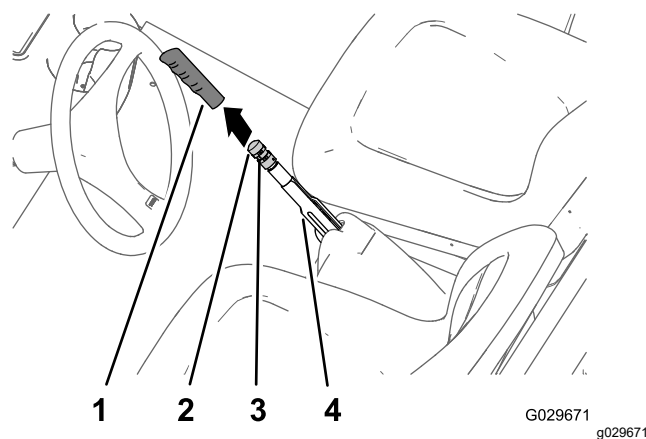

Figure 50
1. Enlevez la poignée du levier de frein du stationnement (Figure 50).
2. Desserrez la vis qui fixe le bouton de réglage sur le levier du frein de stationnement (Figure 50).
3. Tournez le bouton de réglage du frein jusqu'à ce qu'une force de 133 à 156 N (30 à 35 lb-pi) soit nécessaire pour serrer le levier du frein de stationnement (Figure 50).
4. Serrez la vis de fixation et remettez la poignée en place (Figure 50).
2. Desserrez la vis (Figure 50) qui fixe le bouton de réglage sur le levier du frein de stationnement, desserrez le frein de stationnement et desserrez le bouton de réglage.
5. Tournez le bouton de réglage du frein (Figure 50) jusqu'à ce qu'une force de 133 à 156 N (30 à 35 lb-pi) soit nécessaire pour actionner le levier du frein de stationnement.
- C. Tournez le bouton de réglage du frein (Figure 50) jusqu'à ce qu'une force de 133 à 156 N (30 à 35 lb-pi) soit nécessaire pour actionner le levier du frein de stationnement.
- Serrez la vis et remettez la poignée en place (Figure 50).